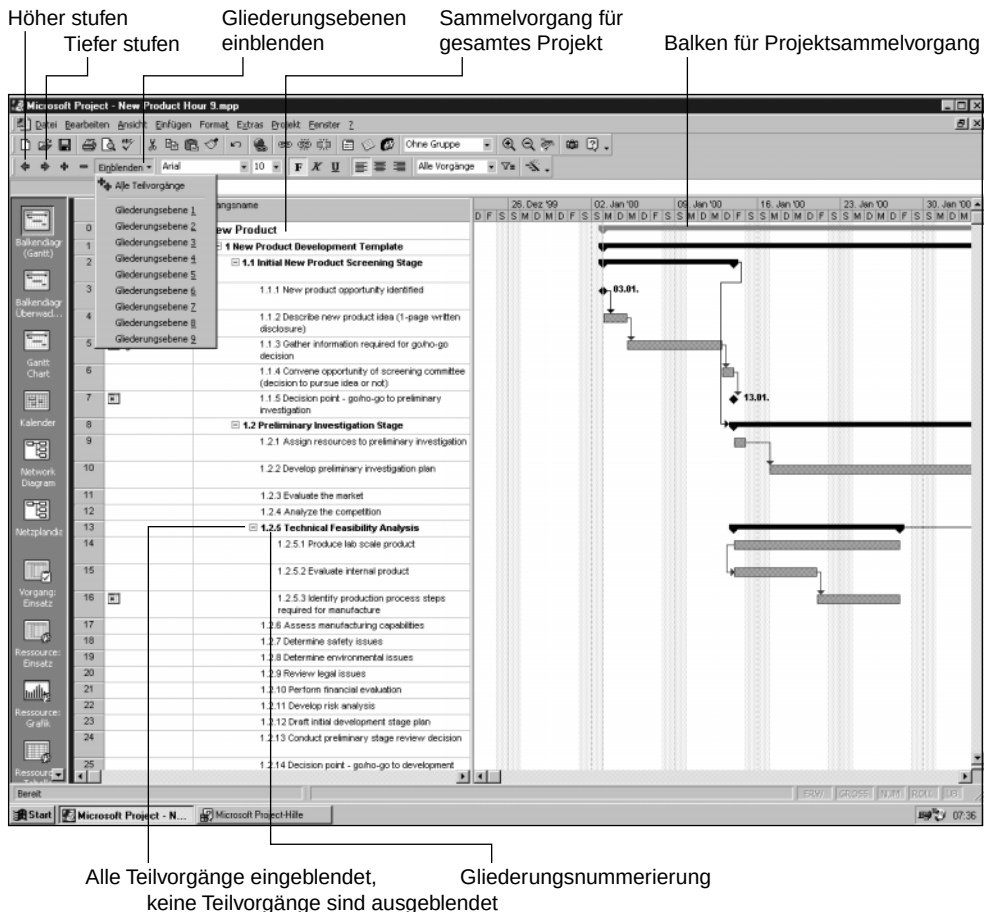

Abbildung 3.7:
6. Markieren Sie GLIEDERUNGSNUMMER ANZEIGEN, um Ziffern neben jedem Vorgang anzuzeigen. Die Nummerierung entspricht der gebräuchlichen Gliederungsnummerierung, wie in Abbildung 3.7 illustriert. Sie können anhand der Gliederungsnummer ablesen, an welcher Stelle des Projektplans sich ein Vorgang befindet. Lautet die Nummer z.B. 3.2.4, ist dies der vierte Teilvorgang des zweiten Teilvorgangs unter dem Top-Level-Vorgang 3.